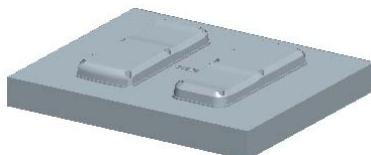

图31.31 着色后的下半部分体积块
Step6. 系统弹出“属性”对话框，同时模型中的体积块的下半部分变亮；在该对话框中单击“**着色**”按钮，着色后的体积块如图31.31所示，然后在对话框中输入名称 lower_vol，并单击“**确定**”按钮。